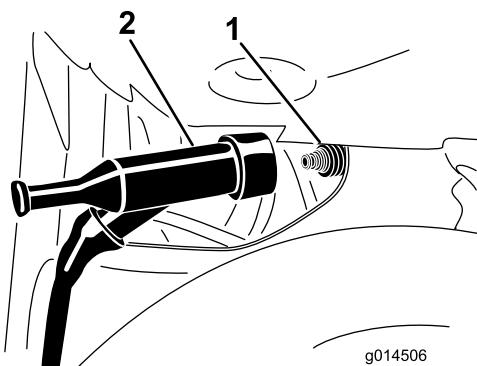

Figura 44
- Desconecte el cable de bujía del terminal de la bujía (Figura 44).
3. Desconecte el cable de la bujía del terminal de la bujía (Figura 44).